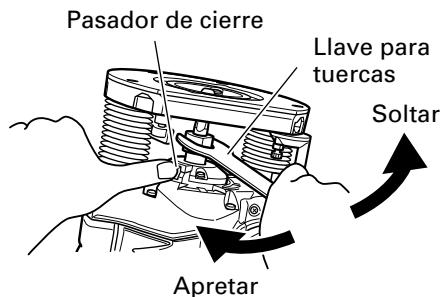

Fig. 2
- (1) Limpie e inserte el mango de la broca en el mandril portabroca hasta al fondo y seguidamente, hágalo retroceder aproximadamente 1/16" (aprox 2 mm).
- (2) Con la broca insertada y presionando el pasador de bloqueo que sujeta el eje del inducido, utilice la llave de 23 mm para apretar firmemente el mandril portabroca en el sentido de las agujas del reloj (visto desde la parte inferior de la fresa). (Fig. 2)
- (3) Cuando se utiliza la broca de mango de 1/4" (6,35 mm), reemplace el mandril portabroca equipado con una de las brocas de mango de 1/4" (6,35 mm) suministradas como accesorio estándar.